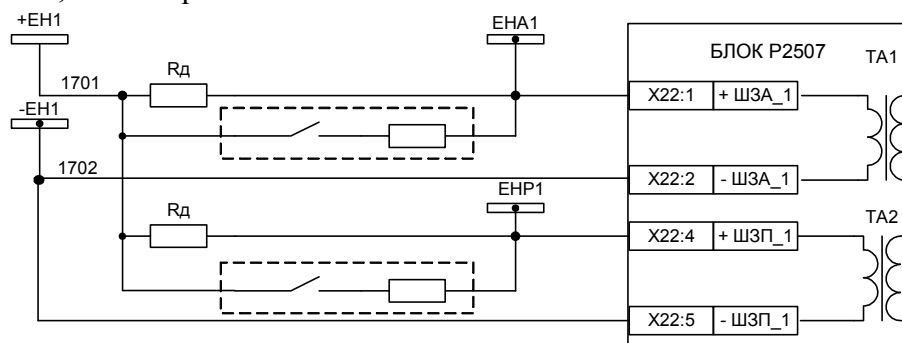

Рис. 1.3.1
1.3.2.1 В устройстве имеется по 2 канала для приема импульсных сигналов с шинок аварийной (ШЗА или ЕНА) и предупредительной (ШЗП или ЕНР) сигнализации (см.Рис. 1.3.1). В каналах применены специализированные датчики тока, позволяющие измерять как постоянный, так и переменный ток.